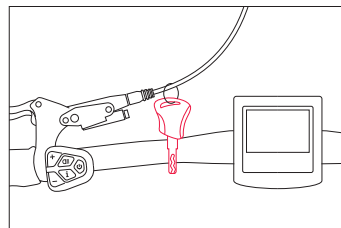

Abbildung 3
**Schritt 1:** Suchen Sie die Schlüssel am Lenker (Abb. 3) und entfernen Sie sie. Wenn Sie sie vom Lenker abschneiden, achten Sie darauf, dass Sie die Drähte nicht beschädigen.